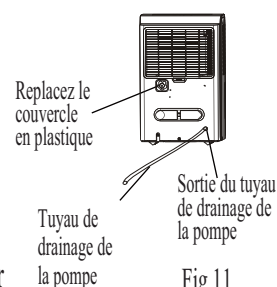

Fig.11
- Retirez le tuyau de drainage continu de l'appareil et remplacez le couvercle en plastique sur la sortie du tuyau de drainage continu en le tournant dans le sens des aiguilles d'une montre (voir fig. 11).
- Insérez le tuyau de drainage de la pompe dans la sortie du tuyau de drainage de la pompe à une profondeur minimale de 15mm (voir fig. 11), puis raccordez le tuyau au siphon de sol ou à un équipement de drainage approprié. Appuyez sur la touche PUMP sur l'appareil pour activer la pompe. Lorsque le réservoir est plein, la pompe commence à fonctionner.